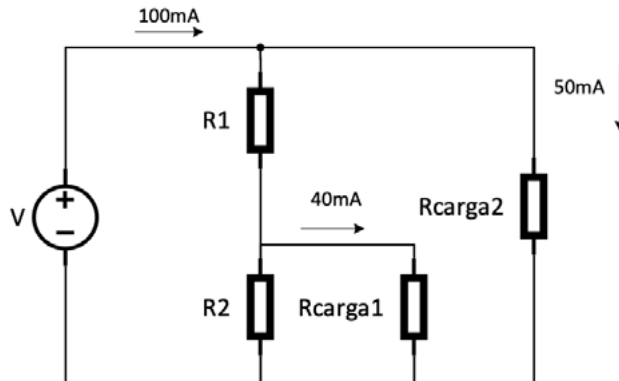

Figura 3.2 Divisor de tensión
- Tenga en cuenta el circuito mostrado en la Figura 3.2, este corresponde a un divisor de tensión.
- Monte en la protoboard el circuito de la Figura 3.2 y consigne todas las mediciones en la tabla 3.1